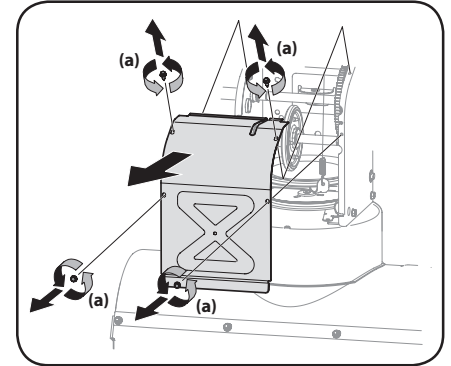

Figura 4-4
3. Saque la cubierta del marco desde debajo de la unidad, para lo que debe extraer los tornillos autorroscantes (a) que la sujetan. Consulte la Figura 4-4.
6. Saque la cubierta del marco desde debajo de la unidad, para lo que debe extraer los tornillos autorroscantes que la sujetan. Consulte la Figura 4-4.